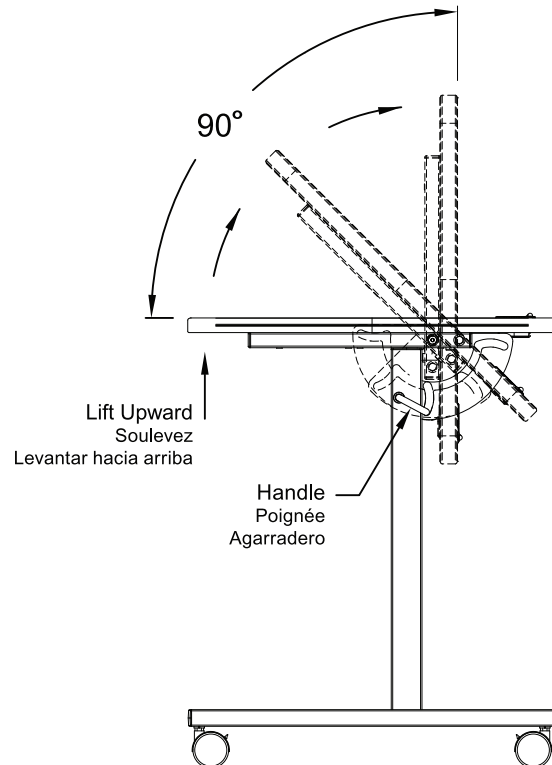

Fig. 10
10. Actuate the handle with one hand and lift up the tabletop with other hand so the tabletop is flipped in an upright 90° position as shown in Fig. 10.*
10. Actionnez le levier d'une main et, de l'autre, soulevez le plateau de la table pour qu'il soit à 90° à la verticale, tel qu'illustré à la figure 10.*
10. Accione el agarradero con una mano y levante el tablero de la mesa con la otra mano de manera que el tablero de la mesa esté en posición vertical de 90 grados como se muestra en la Fig. 10. *